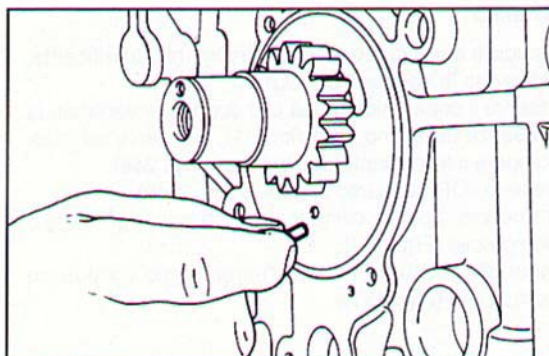

Fig. 252 ▲
- inserire il grano di fermo nel foro sul coperchio pompa (Fig. 252);
- fit the stop dowel in the hole in the pump cover (Fig. 252);